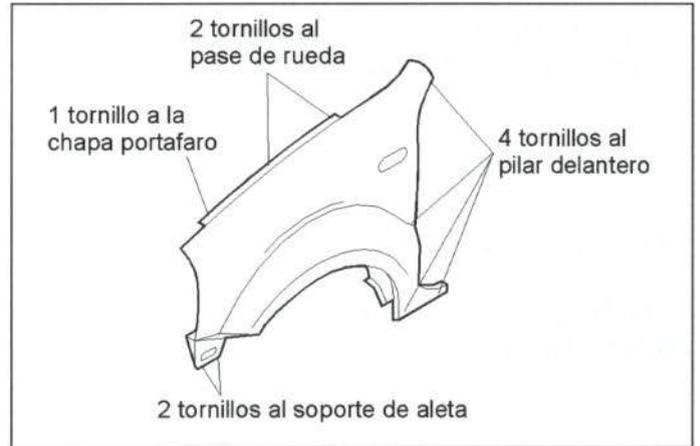

Figura 25.- Unión de la aleta delantera
- Aleta delantera (figura 25).
En la figura 25 se muestra la unión de la aleta delantera con el resto de la carrocería.